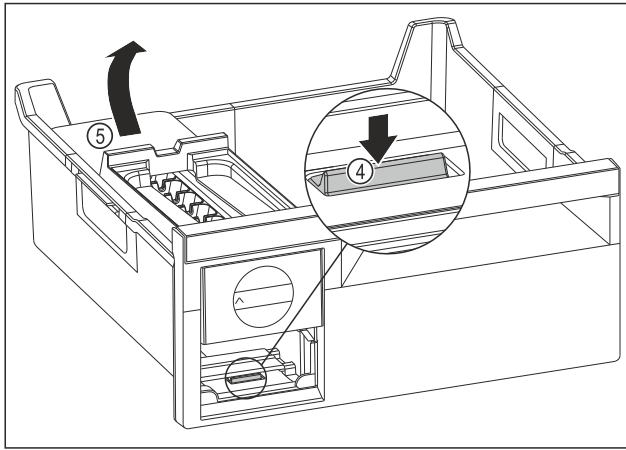

Fig. 117
- ▶ EasyTwist-Ice-Korpus entnehmen: Lasche Fig. 117 (4) mit Finger nach unten drücken und gleichzeitig mit der anderen Hand den EasyTwist-Ice-Korpus Fig. 117 (5) von hinten anheben.